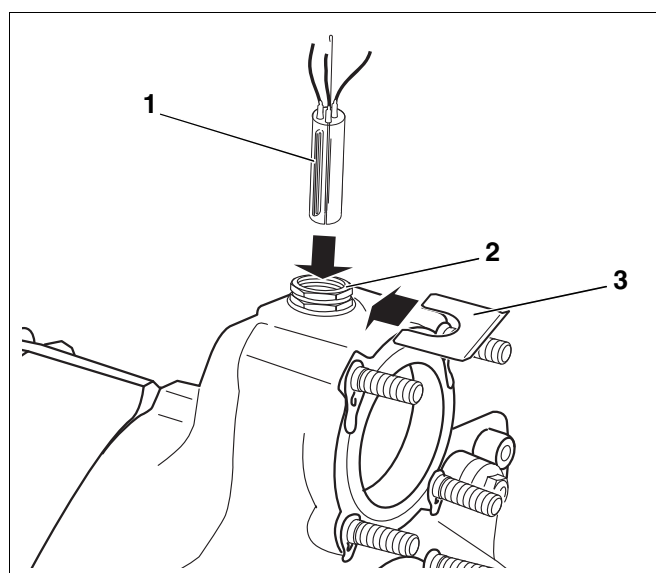

Рис. 45 Установка связки датчиков
Связка датчиков, подключенных к системе управления (три датчика, одна заглушка рис. 45, **поз. 1**), уставляется в гильзу R^{3/4}".
- Проложить капиллярные трубки датчиков к месту измерения в котле, там вставить датчики в гильзу (рис. 45, **поз. 2**) и закрепить, установив фиксатор (рис. 45, **поз. 3**).